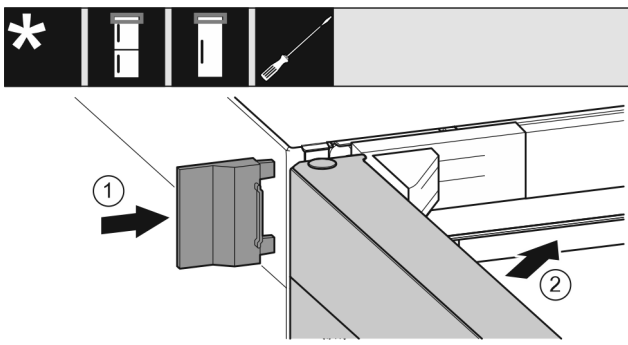

Fig. 19
- ▶ Nasuňte vonkajší kryt. Fig. 19 (1)
- ▶ Zatvorte horné dvere. Fig. 19 (2)